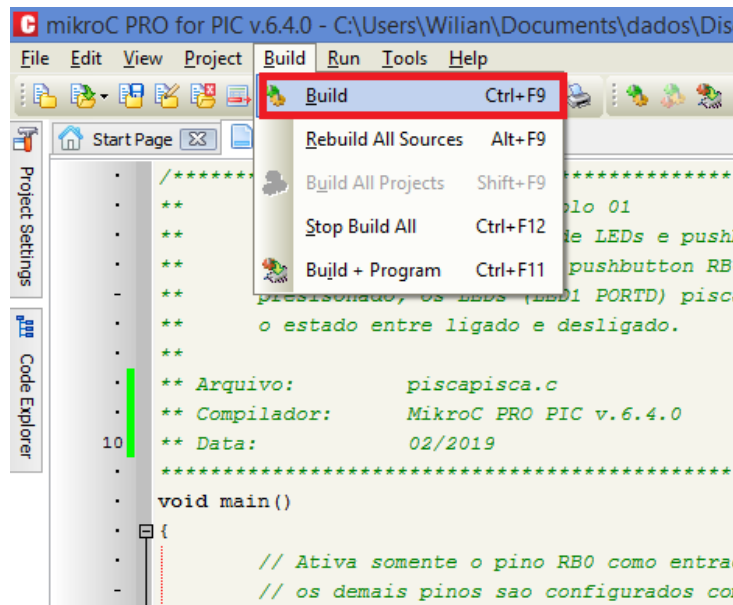

Figura 11: 13º Passo.
- **13º Passo:** O próximo passo a ser executado é a compilação do código “.c” importado no projeto. Para isso deve-se selecionar o menu “Build” e em seguida clicar no botão “Build” (esse processo pode ser substituído pela combinação de teclas de atalho “Ctrl+F9”). Essa etapa é mostrada na Figura 11.